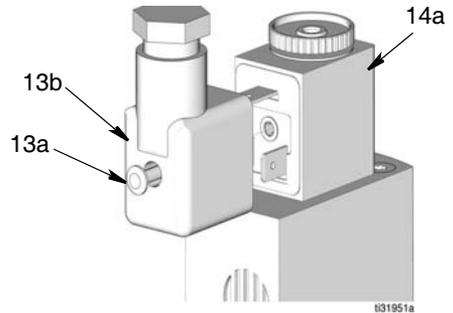

ABB. 40
9. Schraube (13a) auf der Rückseite der Mini-DIN-Magnetschalterverbindung (13b) anziehen (ABB. 40).